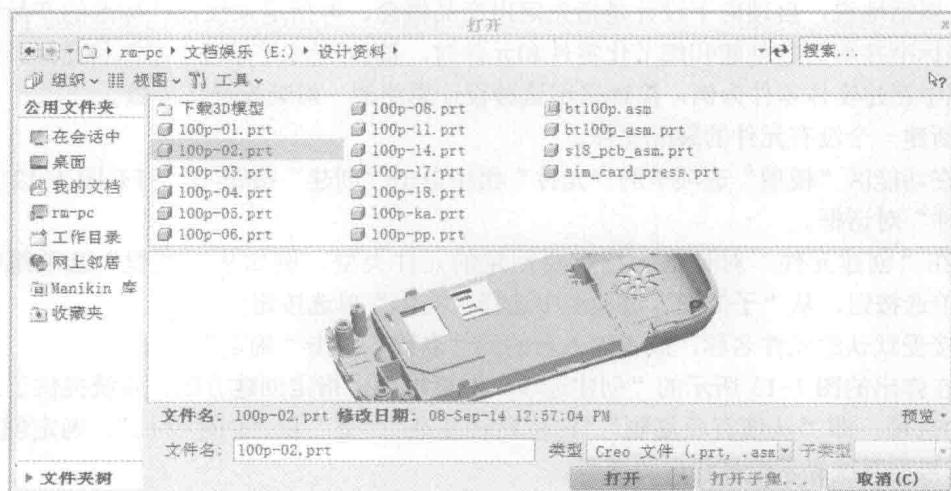

图 1-10 选择要装配的零部件
- 3) 系统弹出图 1-10 所示的“打开”对话框。通过“打开”对话框，选择要添加到装配中的元件（零部件），然后单击“打开”按钮。